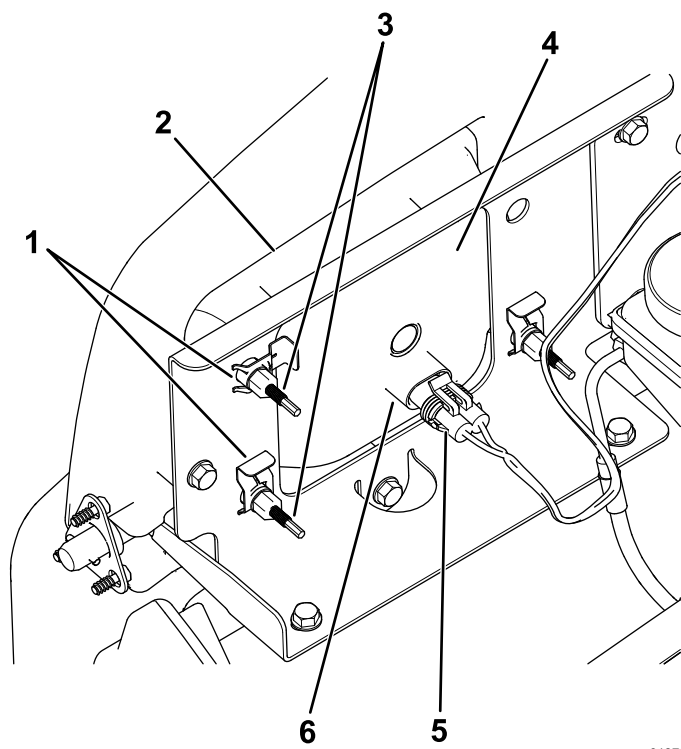

Figura 49
3. Desconecte el conector eléctrico del arnés de cables del conector del conjunto de la lámpara (Figura 49).
- Retire los conectores rápidos que sujetan el faro al soporte del faro (Figura 49).
- Retire el faro desplazándolo hacia adelante y pasándolo por el hueco del parachoques delantero (Figura 49).
- Introduzca el faro nuevo a través del hueco del parachoques (Figura 49).
- Conecte el conector eléctrico del arnés de cables al conector del conjunto de la lámpara (Figura 49).
- En la parte trasera del faro, gire los tornillos de ajuste (Figura 49) para pivotar el conjunto y ajustar de la posición del haz de luz.